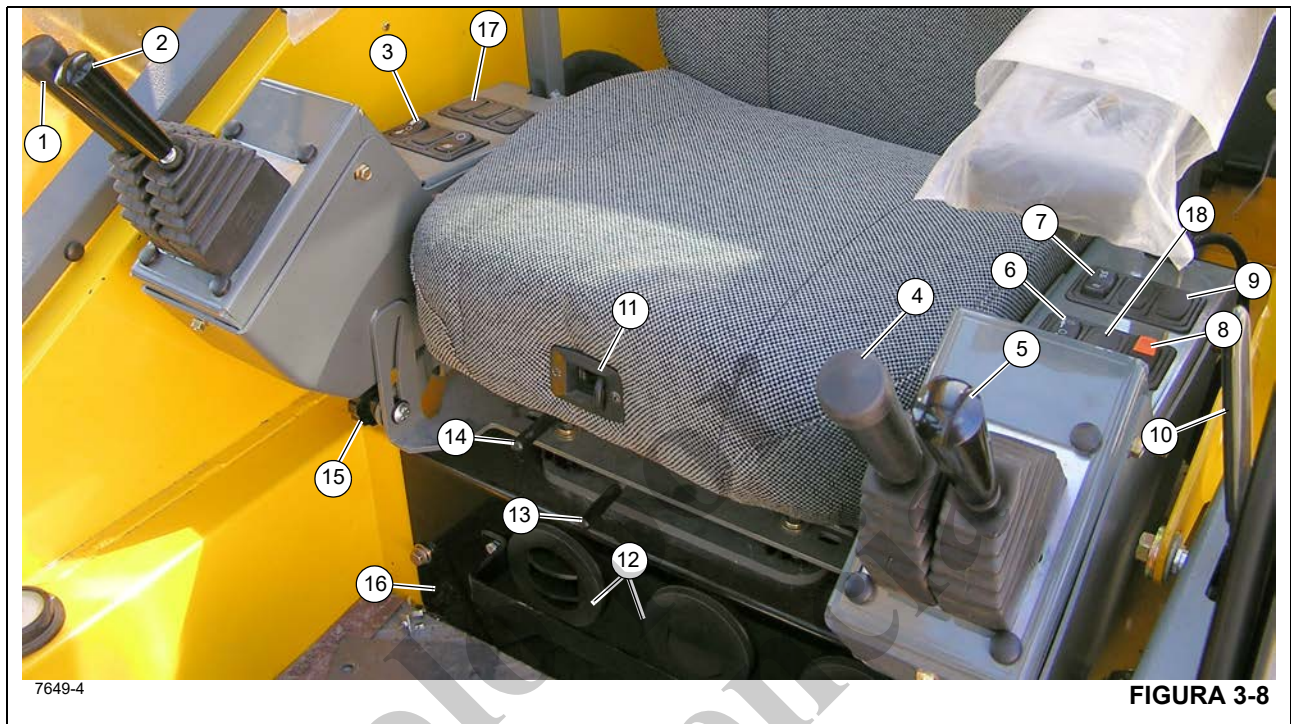

Figura 3-8 - Números de artículos
El indicador de diferencial del eje bloqueado (22) (Figura 3-6) se encuentra en la pantalla de medidores en la columna de dirección. Este indicador se ilumina en ámbar después de mover el interruptor de bloqueo del diferencial (10) (Figura 3-8) a la posición de BLOQUEO con los interruptores de bloqueo del diferencial del vehículo en cada eje cerrados. En la posición de BLOQUEO, no hay acción diferencial entre las ruedas.
El control del malacate principal (1) (Figura 3-8) se encuentra en el apoyabrazos derecho. Cuando la palanca de control se mueve hacia adelante, el cable desciende. Cuando se tira hacia atrás, el cable se eleva.
El control de elevación de pluma (2) (Figura 3-8) se encuentra en el apoyabrazos derecho. Cuando la palanca de control se coloca hacia adelante se baja la pluma; cuando se coloca hacia atrás, se eleva la pluma.
El interruptor selector de velocidad del malacate principal (3) (Figura 3-8) es un interruptor de contacto mantenido, de tres posiciones (ALTA/APAGADO/BAJA), que se encuentra en el apoyabrazos derecho. Si se coloca el interruptor en la posición ALTA, esto habilita las funciones del malacate y energiza el solenoide de alta velocidad del malacate principal, lo que tiene por resultado altas velocidades del cable. Si se coloca el interruptor en la posición central de APAGADO, esto evitará el funcionamiento del malacate. Si se coloca el interruptor en la posición BAJA, esto habilita las funciones del malacate principal y desenergiza el solenoide de alta velocidad del malacate principal, lo que tiene por resultado bajas velocidades del cable.
El control de telescopización o del malacate auxiliar (4) (Figura 3-8) se encuentra en el apoyabrazos izquierdo. La palanca controla las funciones de telescopización cuando la grúa no está provista de malacate auxiliar. Empuje la palanca de control hacia adelante para extender la pluma, o tire de la palanca de control hacia atrás para retraerla.
El interruptor selector de velocidad del malacate auxiliar (6) (Figura 3-8) es un interruptor de contacto mantenido, de tres posiciones (ALTA/APAGADO/BAJA), que se encuentra en el apoyabrazos izquierdo. Si se coloca el interruptor en la posición ALTA, esto habilita las funciones del malacate auxiliar y energiza el solenoide de alta velocidad del malacate auxiliar, lo que tiene por resultado altas velocidades del cable. Si se coloca el interruptor en la posición central de APAGADO,
El interruptor de dirección trasera (7) (Figura 3-8) es un interruptor tipo basculante de tres posiciones, con retorno por resorte a la posición de APAGADO, y se encuentra en el apoyabrazos izquierdo. Presione la parte inferior del interruptor para accionar una válvula de control que gira las ruedas traseras hacia la izquierda, lo cual hace que la grúa vire hacia la derecha. Presione la parte superior del interruptor para accionar una válvula de control que gira las ruedas traseras hacia la derecha, lo cual hace que la grúa vire hacia la izquierda. Cuando las ruedas no están centradas, la luz del indicador de ruedas traseras no centradas en la columna de dirección se enciende. Cuando se suelta el interruptor, éste vuelve a la posición central de apagado.
El interruptor del freno de giro (8) (Figura 3-8) se encuentra en el apoyabrazos izquierdo. Este interruptor de dos posiciones (ON/OFF) sirve para regular una válvula hidráulica que envía un caudal de presión regulada hacia el freno de giro y desde el mismo. Al colocar el interruptor en la posición ON se aplica el freno de giro y al colocarlo en OFF se suelta el freno de giro. Cuando el interruptor está en la posición de encendido, la luz indicadora roja en la columna de dirección se ilumina. El interruptor tiene un bloqueo para evitar el accionamiento inesperado.
El control de bloqueo del diferencial (Axle Diff) (9) (Figura 3-8) se encuentra en el apoyabrazos izquierdo. Éste es un interruptor de dos posiciones de contacto momentáneo. Con el control en la posición de bloqueo, las estrías del collar de cambios se engranan en las estrías de la caja del eje para unir el conjunto de diferencial y los semiejes y así eliminar el efecto diferencial entre las ruedas. En la posición de desbloqueo, existe un efecto diferencial normal entre las ruedas en todo momento. El indicador ámbar en la columna de dirección se ilumina cuando los interruptores de proximidad en cada eje se activan.
Utilice la palanca del mecanismo de desbloqueo de la puerta de la cabina (10) (Figura 3-8) para abrir o cerrar la puerta de la cabina desde el interior de la cabina.
Para ajustar el respaldo del asiento, presione la perilla de ajuste (11) (Figura 3-8) y luego ajuste el asiento según sea necesario.
La unidad de control de climatización del acondicionador de aire/calefactor de la cabina de la grúa (16) (Figura 3-8) se encuentra en la cabina, debajo del asiento del conductor. Los registros (12) forman parte de la unidad de control de climatización y se pueden ajustar para dirigir el flujo de aire.
El movimiento de la palanca de deslizamiento del asiento (13) (Figura 3-8) sólo deslizará el asiento, hacia adelante o hacia atrás.
El movimiento de la palanca de deslizamiento del bastidor del asiento (14) (Figura 3-8) deslizará el asiento y el bastidor del asiento hacia adelante o hacia atrás.
El apoyabrazos y los controles del apoyabrazos se pueden ajustar por medio de las perillas de ajuste (15) (Figura 3-8). Afloje la perilla y gire todo el apoyabrazos a la posición deseada, vuelva a apretar la perilla una vez que se haya terminado de realizar el ajuste.
Los indicadores de rotación de malacate para el malacate principal y el malacate auxiliar se encuentran en la parte superior de cada palanca de control de malacate (1, 4) (Figura 3-8). Cada indicador se controla electrónicamente por medio de una señal de entrada recibida de un sensor instalado en el malacate correspondiente y una señal de salida de un módulo de control. Cada palanca de control de malacate (1, 4) vibra cuando su malacate está funcionando de manera que el pulgar del operador pueda sentirlo.